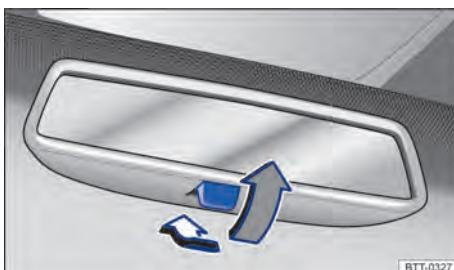

Fig. 79 No para-brisa: espelho retrovisor interno com antiofuscante manual.
- Posição noite: puxar a alavanca → **Fig. 79** (seta cinza), para evitar o ofuscamento pelos faróis dos veículos que trafegam atrás.